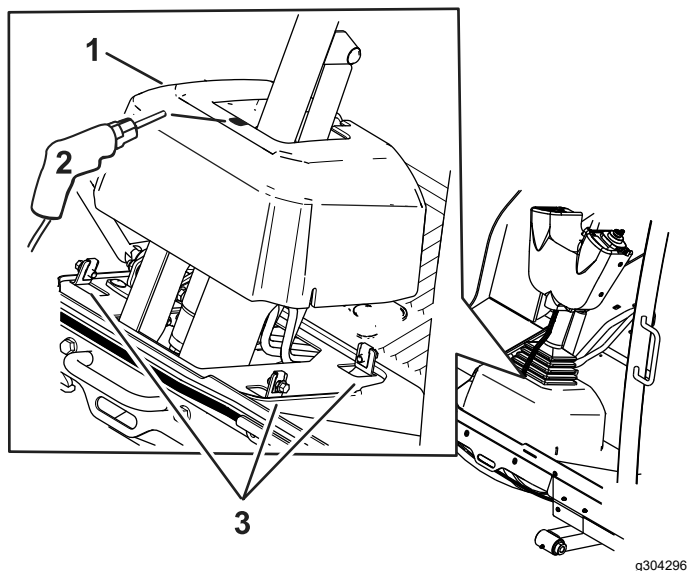

Bild 9
8. Lösen Sie die Schrauben um den Lenksäulenfuß (**Bild 9**).
9. Heben Sie den Lenksäulenfuß an und bohren Sie ein 22 mm großes Loch, wie in **Bild 9** dargestellt.